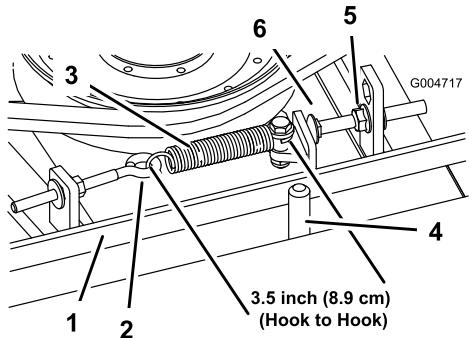

Bild 63
Wenn der Treibriemen richtig gespannt ist, sollte die Messung an der Verlängerungsfeder (Haken zu Haken) innen ungefähr $8,9\text{ cm} \pm 6\text{ mm}$ betragen. Wenn die Federspannung richtig ist, stellen Sie die Anschlagschraube (Schlossschraube) ein, bis der Abstand zwischen dem Schraubenkopf und dem Spannung ungefähr $3 +1,5/0,0\text{ mm}$ beträgt (Bild 63).
Hinweis: Achten Sie darauf, dass der Riemen auf der Federseite der Riemenführung positioniert ist (Bild 63).
2. Lösen Sie den Augenbolzen, um die Verlängerungsfeder abzunehmen (Bild 63).
3. Lösen Sie die Bundmutter, mit der die Anschlagschraube an der Befestigungslasche befestigt ist. Schieben Sie die Mutter so weit zurück, dass der Spannarm an der Anschlagschraube vorbeigeführt werden kann (Bild 63). Bewegen Sie die Spannscheibe vom Riemen weg, um diesen zu entspannen.
8. Setzen Sie die Verlängerungsfeder (Bild 63) wieder in den Augenbolzen ein und spannen Sie den Riemen wie folgt: